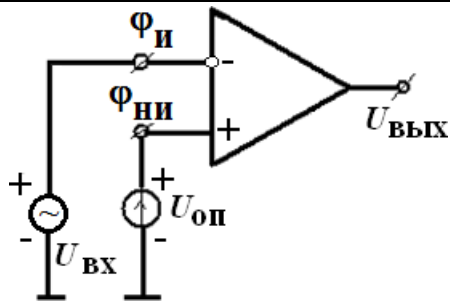

Рис. 10
10. Определить, через какое время переключится компаратор на рис. 10, если известно, что на его инвертирующий вход подается опорное напряжение 2 В , а на неинвертирующем входе напряжение линейно нарастает от нуля по закону $u(t) = 5000 \cdot t$. Какого знака было напряжение на выходе компаратора изначально и с каким знаком оно стало после переключения?